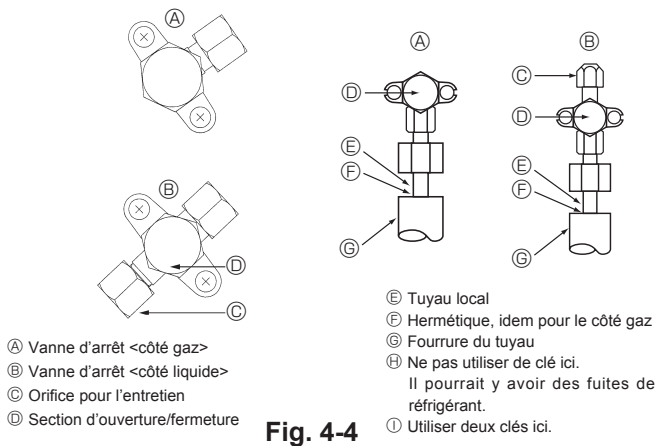
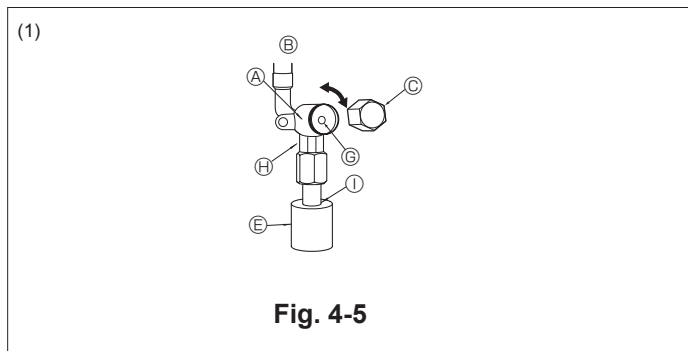

Fig. 4-4
Fig. 4-5
4.4. Test d'étanchéité des tuyaux de réfrigérant (Fig. 4-4)
- Si la pression diminue à l'étape (2) ou (3), il y a une fuite de gaz. Rechercher l'origine de la fuite de gaz.
- Côté gaz (Fig. 4-5)